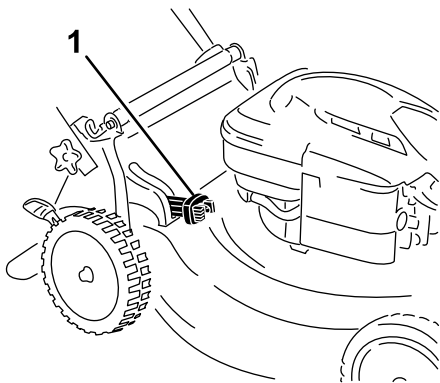

Figura 16
- **Se desejar recolher relva e aparas**, prima o botão na alavanca de uso do saco a pedido e desloque a alavanca para a frente até que o botão saia (**Figura 16**).